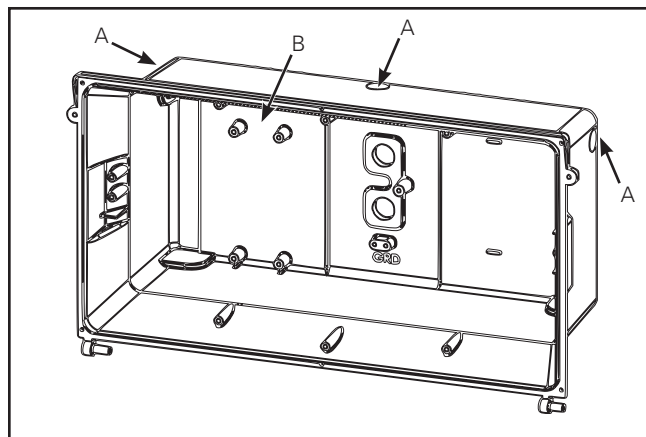

Figura 3.
2. Prepare la placa trasera para montaje perforando o calando los orificios necesarios. (Figura 3.)